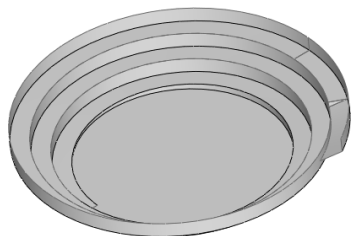
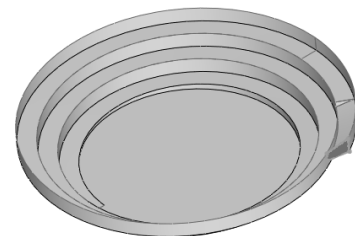

图 4-105 曲面剪裁效果
图 4-106 平面区域效果
STEP 5 使用 **STEP 4** 拉伸出的曲面，剪裁 **STEP 2** 中绘制的面，如图 4-105 所示，并在末端通过创建草图绘制一填补空隙的“平面区域”曲面，如图 4-106 所示。